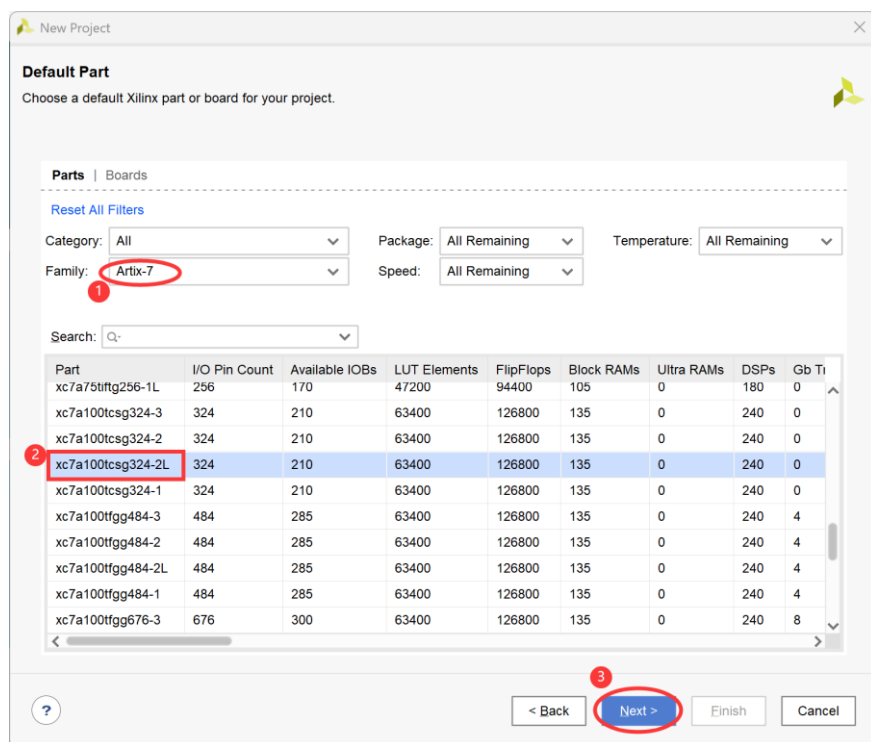

图3.9 选择芯片型号
(6) 选择 Xilinx FPGA 器件或板卡型号。对话框如图 3.9 所示，上面有两个标签页，Parts 标签页用于选择 Xilinx FPGA 器件型号，Boards 标签页则选择 Xilinx 开发板的型号。这里选择器件型号，先选择系列（Family），本教材介绍的几种实验板卡均是 Artix-7 系列，因此在下拉式菜单中选择“Artix-7”；然后再选中下面该系列芯片列表中对应的芯片型号：如果使用的是 HCS-A02 或者 NEXYS A7 实验板卡，应选择 xc7a100tcsg324-2L 芯片。这一步一定要选对芯片型号，否则后续引脚约束和下载不能正确完成。最后点击“Next”进行下一步。